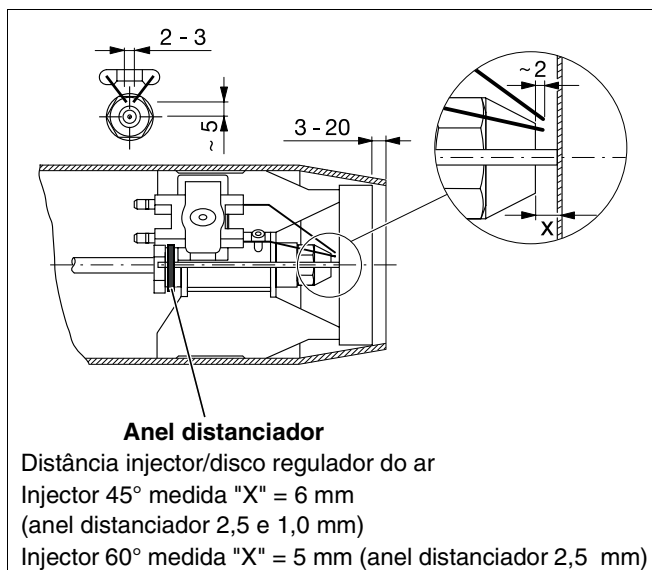

Fig. 20 Verificação do ajuste do eléctrodo de ignição
- Verifique as medidas de ajuste do eléctrodo de ignição (Fig. 20).